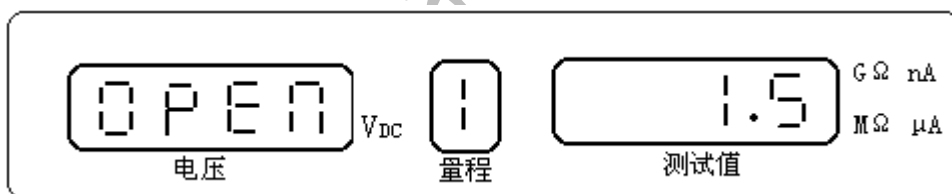

图 4-8 清零状态显示开路提示和当前量程下零值
- 按  键，显示图 4-8，电压显示区显示开路信息，测试值显示区显示当前量程的零值，此时上下键可选择其它量程的零值。